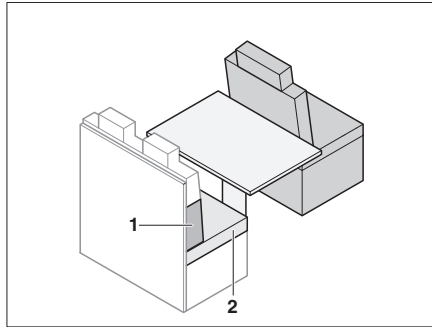

Fig. 183 Avant la transformation
- Retirer le coussin d'assise (Fig. 183,2).
- Placer le coussin de dossier (Fig. 183,1) entre le coussin d'assise et la paroi arrière. Observer la forme deltoïde.